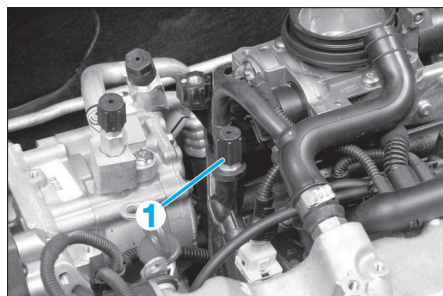

FIG. 14
- Brancher sur la rampe (1) l'outillage nécessaire afin de mesurer la pression du carburant (Fig.14).